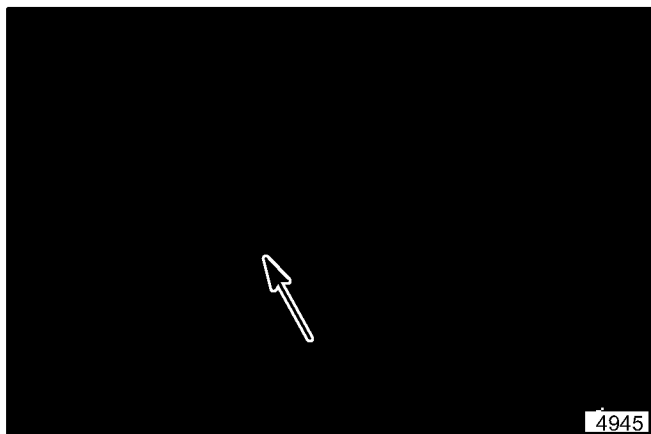

Figura 27. Gancho del Ensamble Intermedio
1. Suelte los herrajes que aseguran el gancho (vea la figura 27). Mueva el gancho a la ranura de manera que éste agarre el ensamble intermedio del enrollador cuando el control del embrague sea desenganchado. Cuando únicamente el embrague de propulsión está enganchado, el gancho debe sostener el ensamble intermedio del enrollador lo suficientemente hacia atrás como para que las correas del enrollador no se enganchen. Vuelva a apretar los herrajes de montaje del gancho.